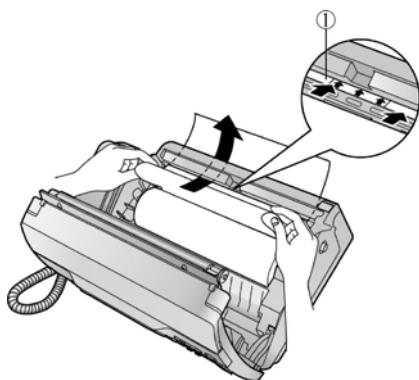

图 3-15 记录纸前端的插入位置
③ 将纸张前端插入热敏头上部的开口处（①），如图 3-15 所示。